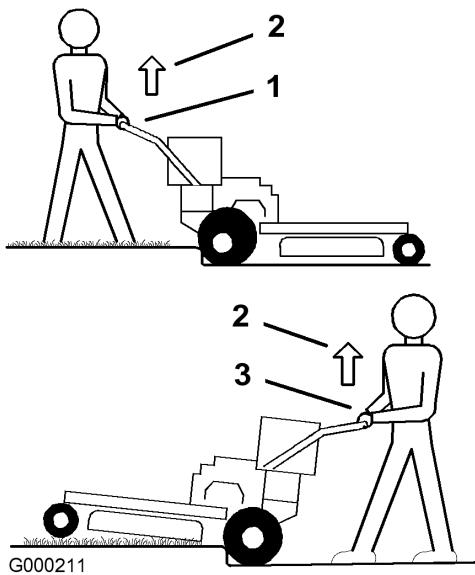

Figura 10
3. Conduzca la máquina hasta que las ruedas giratorias toquen el bordillo (Figura 10).
4. Levante la parte delantera de la máquina empujando el manillar inferior hacia abajo (Figura 10).
5. Conduzca la máquina hasta que las ruedas de tracción toquen el bordillo (Figura 10).
6. Baje la parte delantera de la máquina (Figura 10).
7. Al mismo tiempo, engrane la barra de control inferior y levante el manillar inferior para conducir la máquina por el bordillo (Figura 9 y Figura 10).
3. Conduzca la máquina hasta que las ruedas de tracción toquen el bordillo (Figura 10).